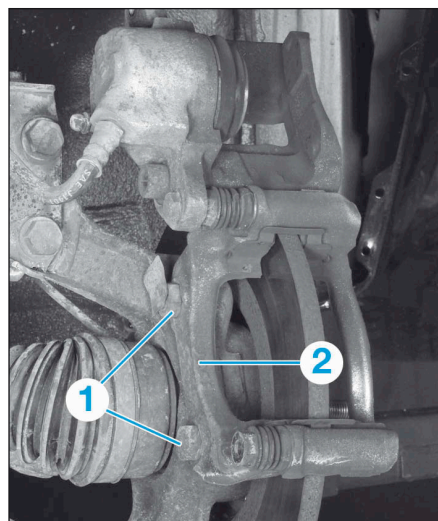

FIG.8
- Déposer les vis (1) du support d'étrier (2) (Fig.8).